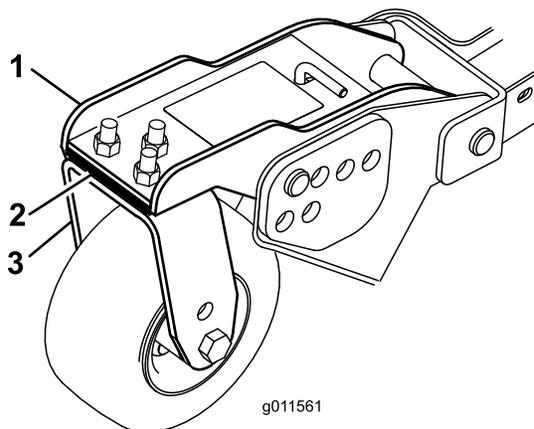

Figura 35
3. Regolate gli spessori (3 mm) sul braccio (o bracci) della ruota orientabile, finché l'altezza di taglio non corrisponde al valore riportato sull'adesivo (Figura 35).
3. Se il bordo interno del piatto di taglio laterale è troppo alto in relazione al bordo esterno del piatto di taglio anteriore, rimuovete uno spessore dalla parte inferiore del braccio della ruota orientabile anteriore interno sul piatto di taglio laterale (Figura 35).